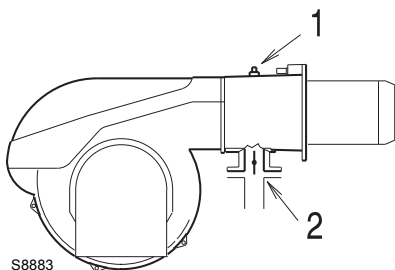

Fig. 39
Presión de gas medida en la toma 1)(Fig. 39), con:
Pérdida de carga en válvula de mariposa del gas 2)(Fig. 39) con apertura máxima: 90°.
- Restar a la presión del gas en la toma 1)(Fig. 39) la presión de la cámara de combustión.
- Presión de gas en la toma 1)(Fig. 39) = 8 mbar
En cambio, para conocer la presión necesaria de gas en la toma 1)(Fig. 39), una vez fijada la potencia MÁX a la que se desea que funcione el quemador:
- Leer a la derecha, en la columna 1, la presión en la toma 1)(Fig. 39).
presión necesaria en la toma 1)(Fig. 39).